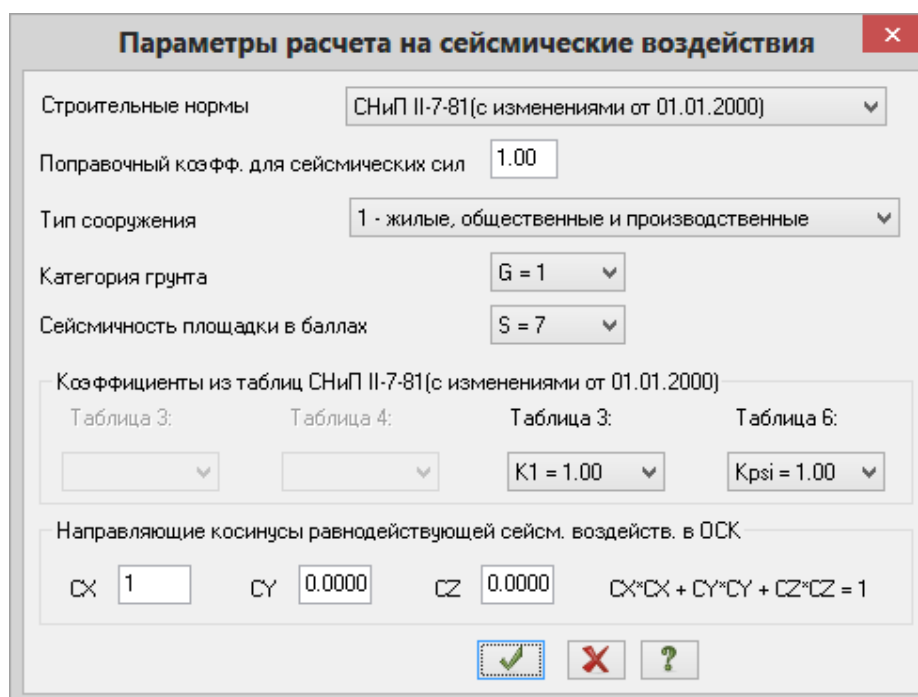

Рис.4.27. Диалоговое окно **Параметры расчета на сейсмические воздействия**
- В диалоговом окне **Параметры расчета на сейсмические воздействия** (рис.4.27) задайте следующие параметры: